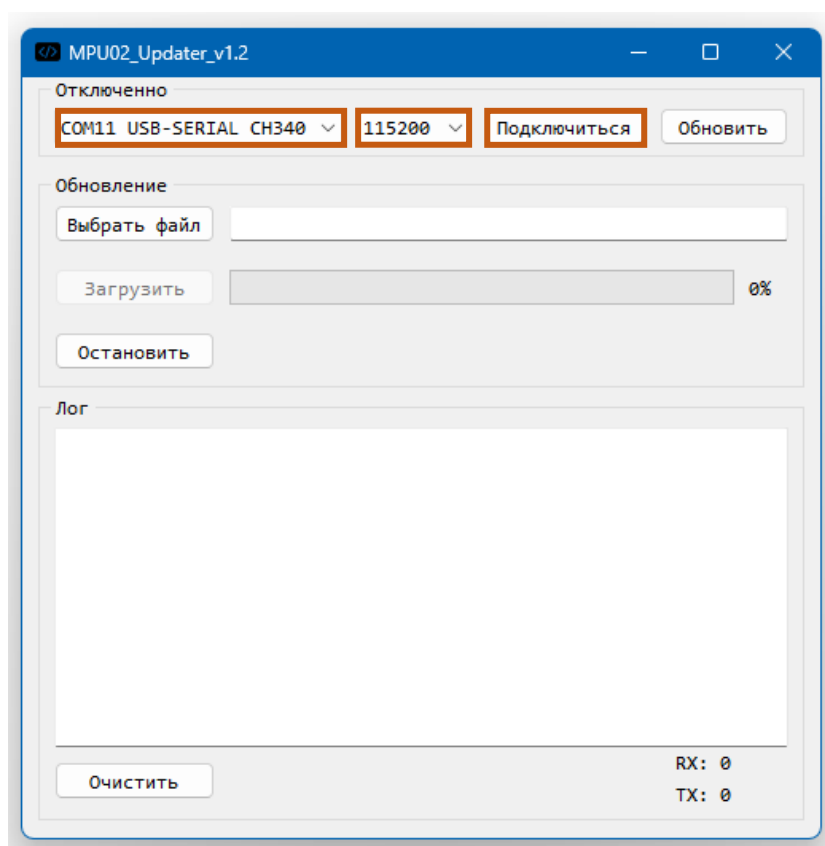

Рис. 3.2. Жгут-переходник
1. Подключите МПУ-02 через адаптер "RS-232 - USB" (Рис. 3.1) и "Жгут-переходник" (Рис. 3.2) к компьютеру.